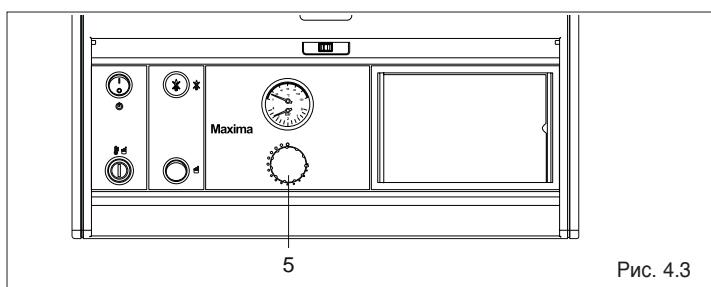

Рис. 4.3
- установите терmostат котла (5) на нужную температуру (Рис. 4.3)